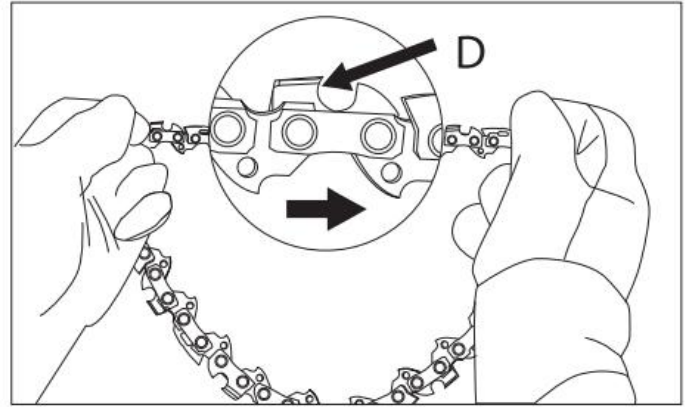

Fig. 6
5. Étendez la chaîne en cercle avec les tranchants (D) alignés avec les repères sur le guide-chaîne (fig. 6).